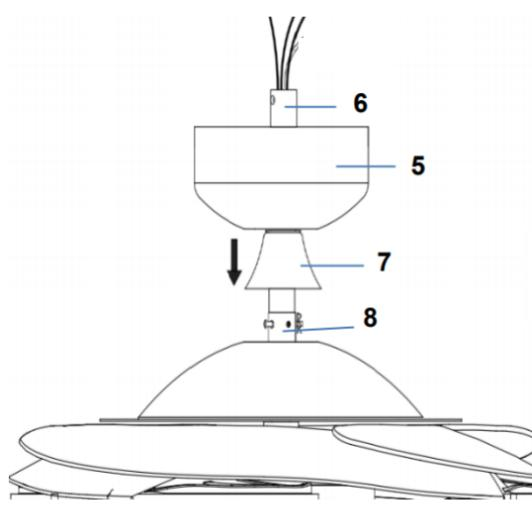
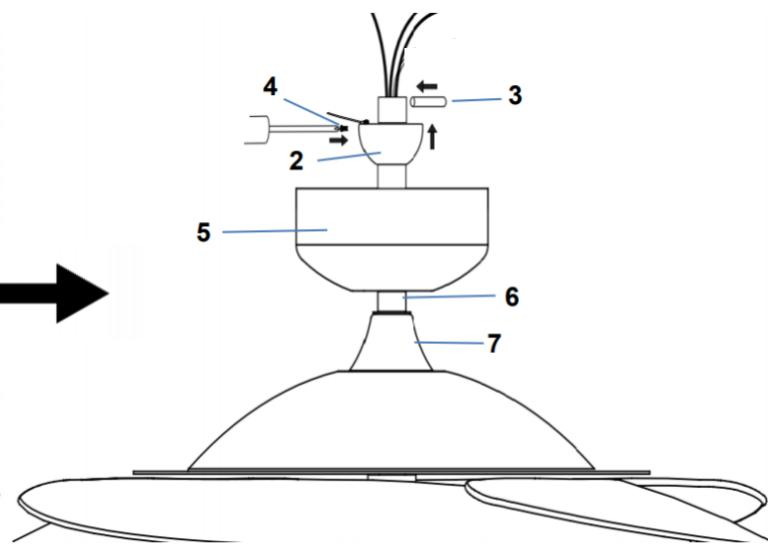

Fig. 6.5
Fig. 6.6
6. Inserte la cubierta decorativa (7) en la varilla descendente (6) para cubrir la caja de acoplamiento de la varilla descendente (8). (Fig. 6.5)
7. Inserte el dosel (5) sobre la varilla descendente (6) e instale nuevamente la junta de bola (2) y el pasador cilíndrico (3) en la varilla descendente (6) y asegúrelos ajustando los tornillos de fijación (4). (Fig. 6.5 y Fig. 6.6)